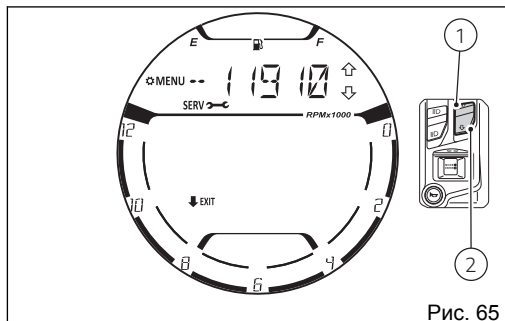

Рис. 65
При входе на страницу функции на дисплее в качестве первой информации отображается индикация «Desmo Service» (Рис. 65).
При нажатии кнопки (1) или кнопки (2) на приборной панели последовательно отображается индикация «Oil Service» (Рис. 66), «Annual Service» (Рис. 67), а затем возвращается надпись «Desmo Service» (Рис. 65). Чтобы выйти из функции, нажимайте на кнопку (2) в течение 2 секунд.